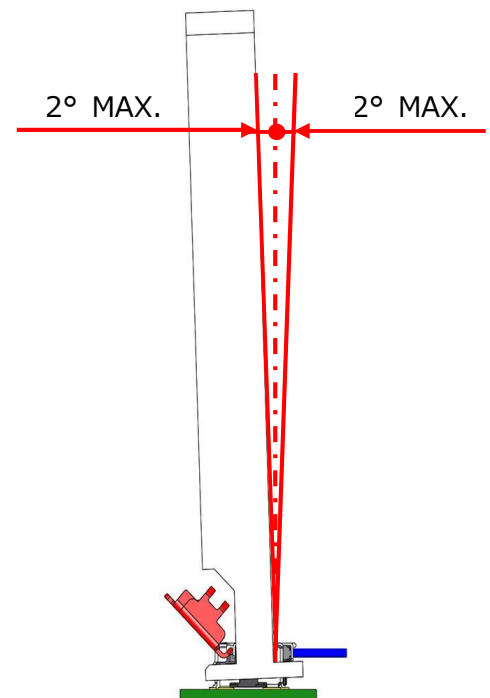

Fig.23 嵌合状態でのこじり許容角度
- ・コネクタ嵌合状態でのこじり許容角度（ケーブル引き出し方向の傾き）は Fig.23 の通りです。